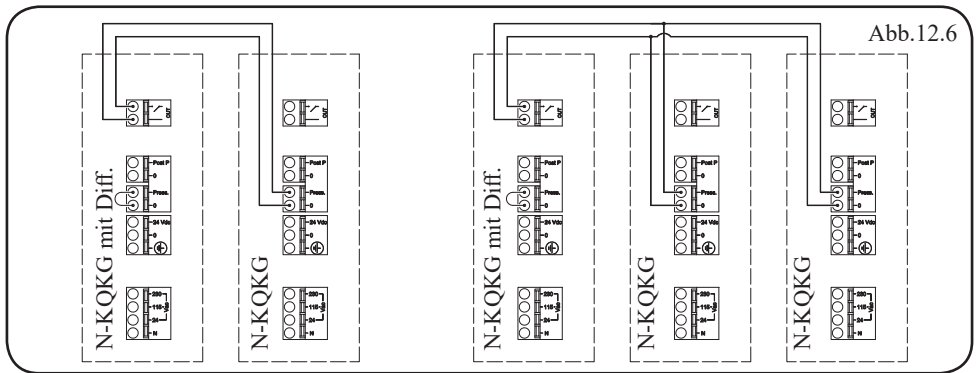

Abb.12.6
4. Den Ausgang OUT der Hauptplatine einschließlich der Platine des Differenzdruck-Moduls mit einem zweiadrigen Kabel an den Eingang Press. - 0 am zweiten Steuergerät anschließen und dazu die vorhandene Brücke entfernen (siehe Anschlussplan Abb.12.6). Bei Erreichen des eingestellten Druckwerts führen auf diese Weise beide Steuergeräte einen Reinigungszyklus aus.